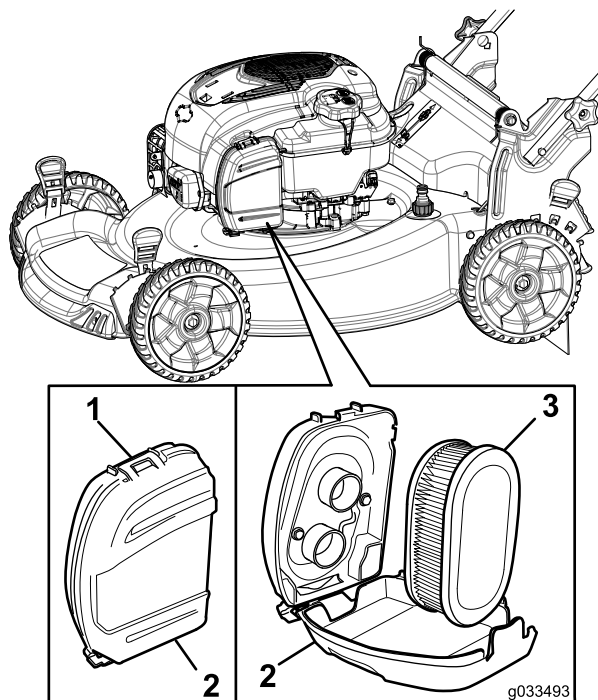

Figure 30
1. Déclipez le haut du couvercle du filtre à air (Figure 30).
2. Retirez le filtre à air (Figure 30).